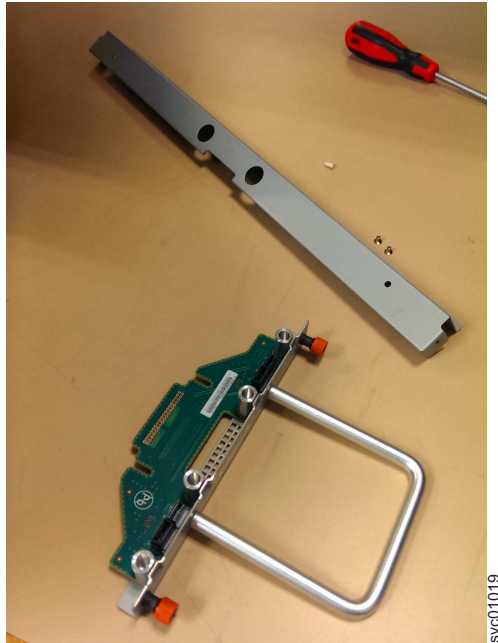

Abbildung 103. Teile der Lüfterschnittstellenplatine für Chassis
1. Legen Sie die neue Lüfterschnittstellenplatine einschließlich Abdeckung und Abdeckungsschrauben (siehe Abb. 103 auf Seite 108) an einer sicheren Stelle ab.